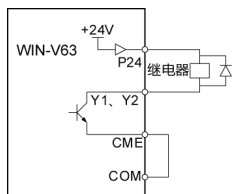

图 3-27 使用内部 24V 电源时多功能输出端子接线图
①功能输出端子 Y1、Y2 可使用变频器内部的 24V 电源，接线方式请参见图 3-27。